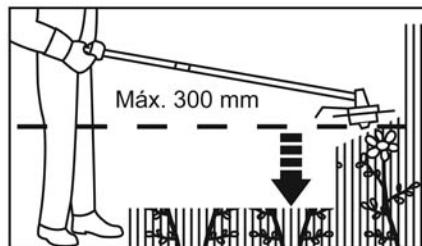

Fig. 24
- > Nunca levante el cabezal de corte por sobre la altura de su cadera (Fig. 24); mientras más alto se encuentre el cabezal de corte, mayor es el riesgo de expulsar objetos.